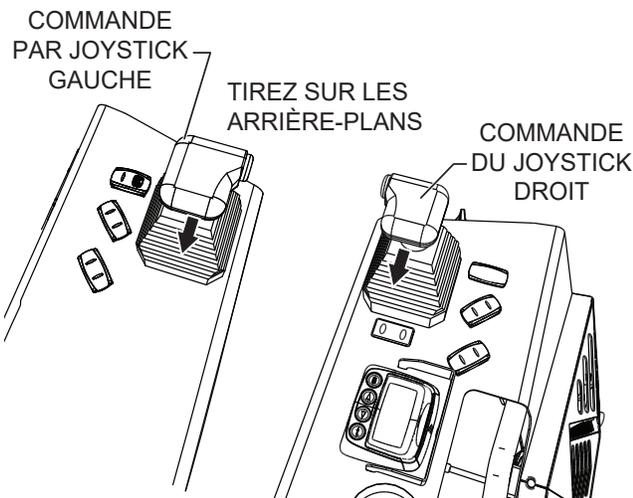

Figure 26. Inversion du sens de marche de la commande par manipulateur
7. Tirez les manettes gauche et droite vers l'arrière (Figure 26) et répétez les étapes 3 à 6 en remplaçant le mot 'marche avant' par 'marche arrière'.